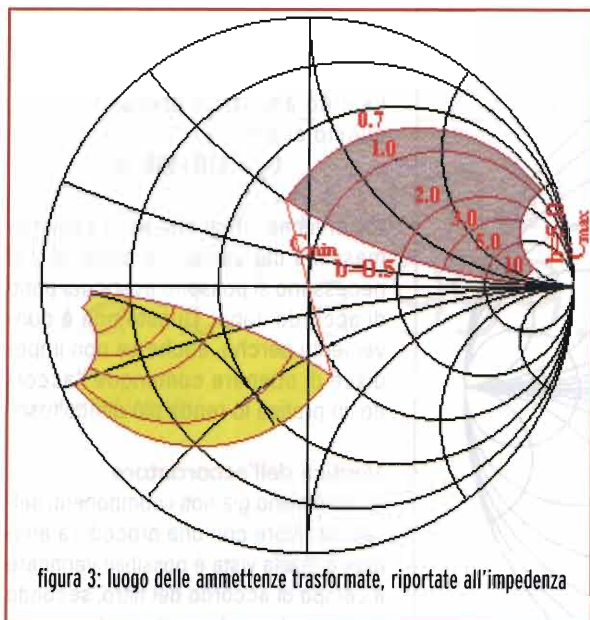

figura 3: luogo delle ammettenze trasformate, riportate all'impedenza
**Passo 3.** Poiché ora dobbiamo aggiungere la reattanza dell'induttore L, è necessario passare dalle ammettenze alle impedenze; ciò si ottiene sulla Carta di Smith ruotando la superficie trovata di  $180^\circ$ , cioè, in pratica, ruotando il foglio trasparente di esattamente mezzo giro rispetto alla Carta sottostante (figura 3).
**Passo 5.** Le ammettenze in questione devono essere ottenute dalla somma della reattanza dell'induttore con una delle impedenze corrispondenti alle trasformazioni del generatore come si è visto sopra (figura 3). Perciò è necessario trasfor-